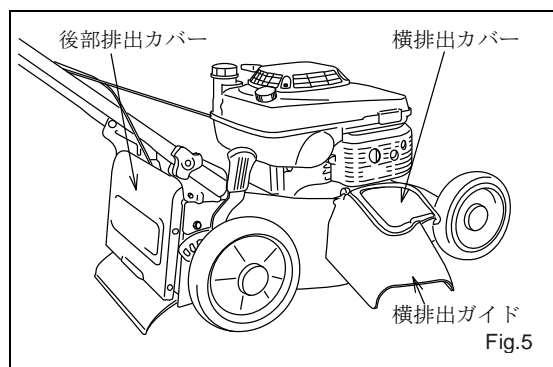
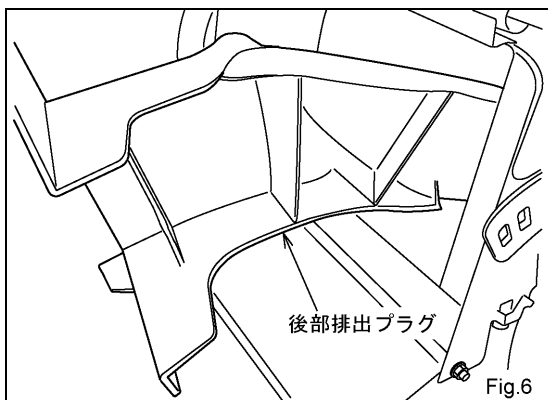

Fig.5
Fig.6
- ② 後部排出カバーは必ず閉じておいて下さい。（Fig.5）
- ③ 後方排出プラグが装着されていることをご確認ください。
- ④ 後方排出プラグを装着する場合は以下の要領で行って下さい。
- 後部排出カバーを開け、後部排出プラグを Fig.6 の方向に向けて排出口に差し込みます。